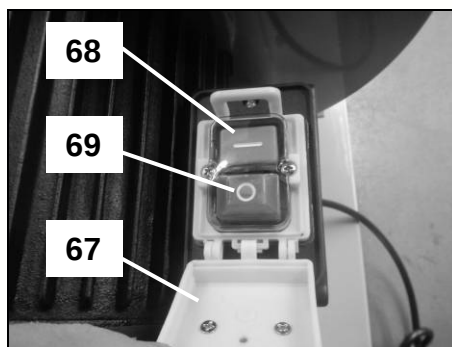

Fig 32
- Appuyez sur le bouton vert de l'interrupteur (68) (marqué « I ») et abaissez le couvercle "arrêt coup de poing" (67) sans le fermer (Fig 32). Restez vigilant et soyez prêt à l'actionner en cas de danger ou de problème.
- Arrêtez l'appareil en appuyant sur le bouton rouge (69) (marqué « 0 »).